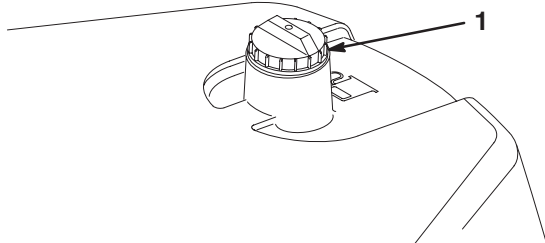

Figure 24
1. Nettoyez la surface autour du bouchon du réservoir de carburant (Fig. 24).